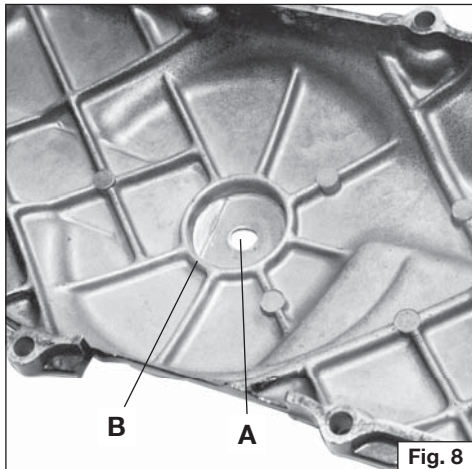

Fig. 8
- Praticare un foro \varnothing 10 mm sul carter originale (**Fig. 8 – part. A**) centrandolo rispetto alla sede (**Fig. 8 – part. B**)
- Drill a \varnothing 10 mm hole in the original crankcase cover (**Fig. 8 – part. A**) centring the hole in the recess as shown (**Fig. 8 – part. B**)
- Forer un trou de 10 mm sur le carter d'origine (**Fig. 8 – part. A**) en le centrant par rapport au support (**Fig. 8 – part. B**)
- Die Variatorabdeckung muss wie auf Bild 1 (**Abb. 8 – Pos. A**) zu sehen, mit einem \varnothing 10mm Bohrer, zentral durchbohrt werden.
- Hacer un orificio de diámetro 10 mm en el cárter original (**Fig. 8 – part. A**) centrándolo respecto al alojamiento (**Fig. 8 – part. B**).